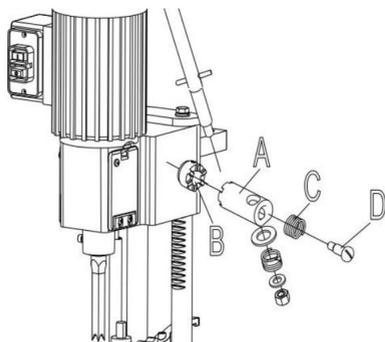

Fig. 2 2.
1. Ensamble el cubo del conjunto de manija (A) Fig. 2, al extremo del eje del piñón (B) y fije el mango al eje del piñón utilizando un tornillo especial (C) y un resorte (D).